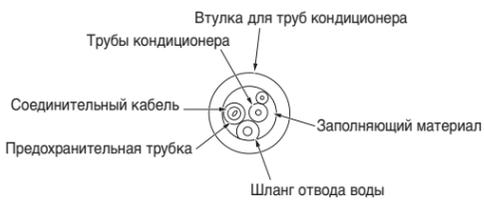

Рис. 7-1
- Закрывать сделанное в стене отверстие с помощью предохранительной втулки для труб кондиционера и изоляционного заполняющего материала, имеющегося в комплекте поставки. См. Рис. 7-1.